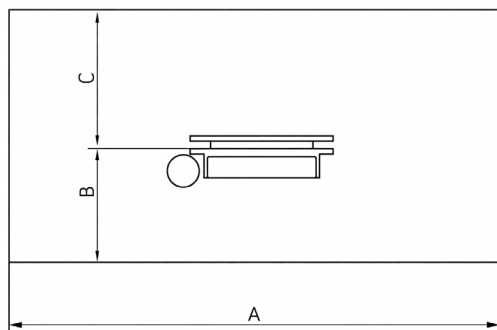

Figura 1
- A posição do operador é mostrada na figura 1. Nesta posição, é fácil e eficiente operar e agir sem agência. Toda a área mostrada na foto. 1-3 devem ser mantidos vazios e limpos para manutenção e operação de máquinas.
- Por favor, considere as dimensões da máquina, a maneira de colocá-la e a maneira de colocar as peças de trabalho, antes de colocar bem a máquina. Certifique-se de que haja espaço suficiente para o operador. (Veja a figura 1) A base da máquina deve estar localizada em piso firme e plano.